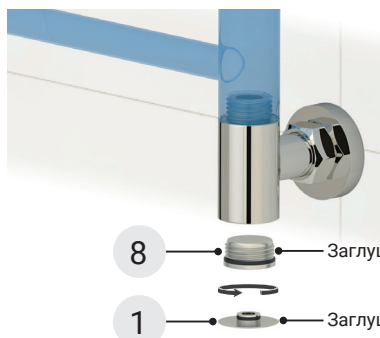

Рис. 12
3.6. В нижние углы вкрутите заглушки проходного угла также применяя шестигранный ключ №12. Далее установите декоративные заглушки (рис. 12).